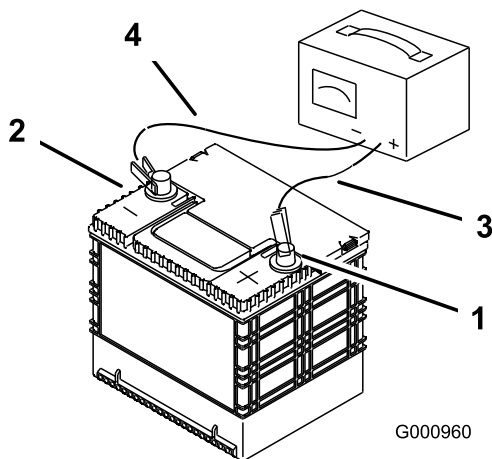

Bild 59
2. Wenn die Batterie voll geladen ist, ziehen Sie den Stecker des Ladegeräts aus der Dose. Klemmen Sie dann die Klemmen des Ladegeräts von den Batteriepolen ab (Bild 59).